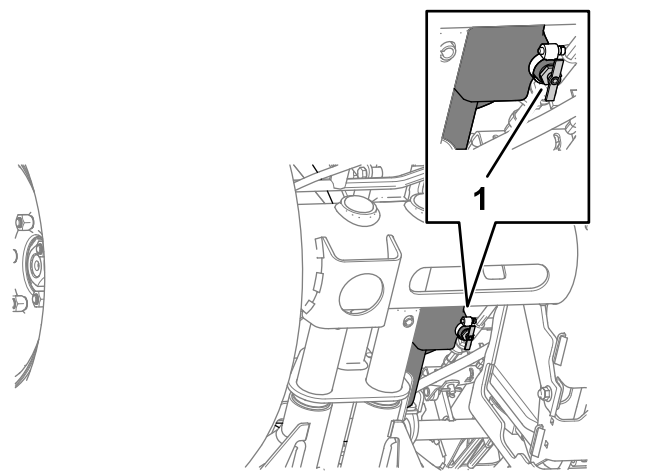

図 86
2. 燃料タンクのドレンバルブの下に回収容器を置く 図 86。